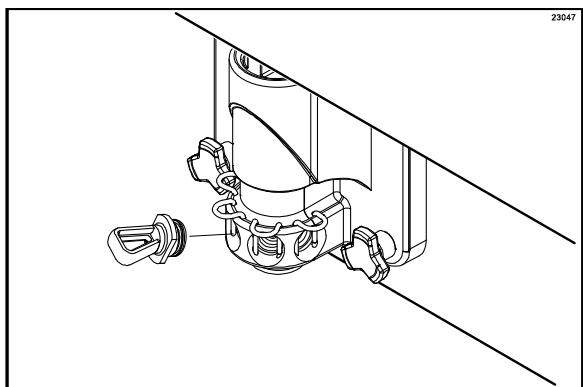

Рисунок 59
15. Поднимите каждый удерживающий шплинт. Установите пробки в отверстия для сиропа на двери фризера. Опустите удерживающие шплинты, чтобы зафиксировать пробки в двери. (См. рис. 59)